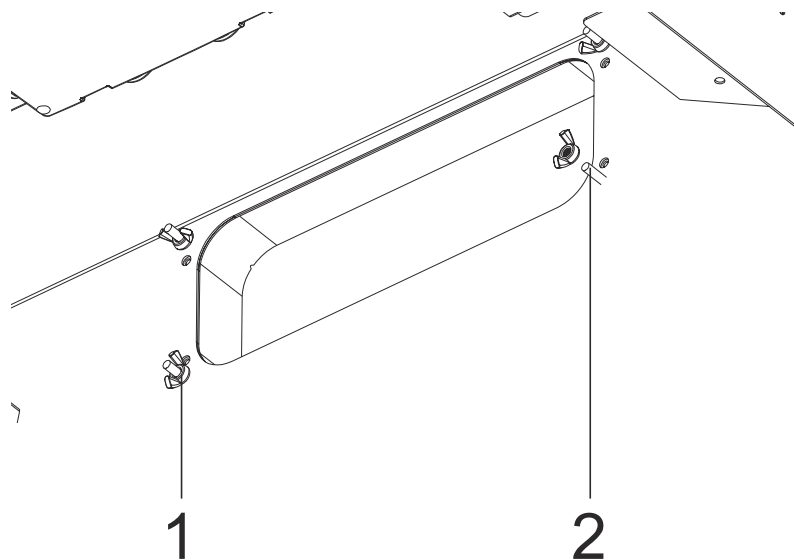

Fig. 33
8. Vip kantsug glasset i bunden af emhætte kabinettet ned og afmonter fedtfilterne (Fig. 33).
Placér nu aftrækskanalen hvor den rektangulære studs sidder fast i over til den rektangulære aftrækskanal på emhætten. (Fig. 33).
Fastmonter det nu med 4 skruer og gevind dertil (Fig. 33).